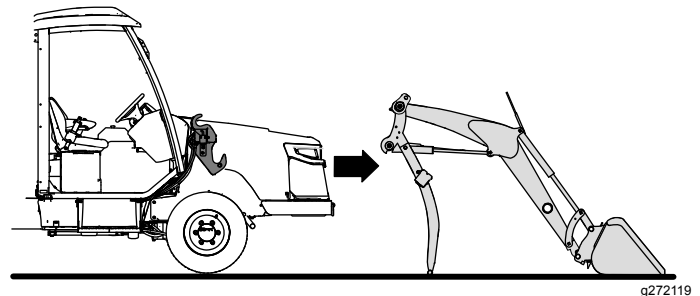

Figura 50
2. Ligue o motor e, lentamente, conduza a máquina até aos braços do carregador (Figura 50).